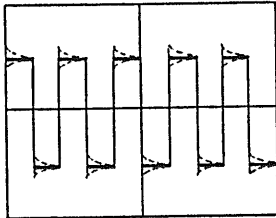

図6-1
- (1) 表5-1(23頁)のようにツマミをセットして下さい。
- (2) CH1 INPUT 端子 ⑪ へ付属のプロープの切り換えスイッチを 10:1 にして接続し、CAL 端子 ① より0.5V p-p の CALIBRATOR 信号を加えます。
- (3) AC-GND-DC スイッチ ⑩ を AC に切り換えると、図6-1のように波形が観測できます。